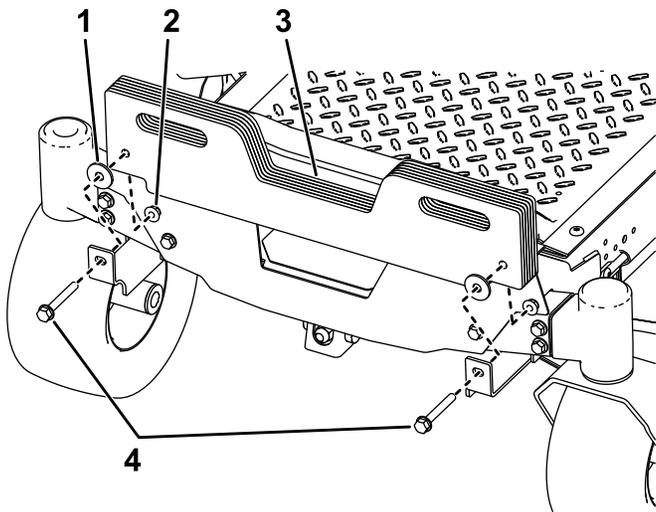

Figura 5
2. Instale os pesos em forma de mala nos suportes de montagem do peso utilizando dois parafusos de carroçaria (5/8 pol. x 2 $\frac{3}{4}$ pol.), duas anilhas e duas porcas de bloqueio ($\frac{3}{8}$ pol.) como se mostra na Figura 5.